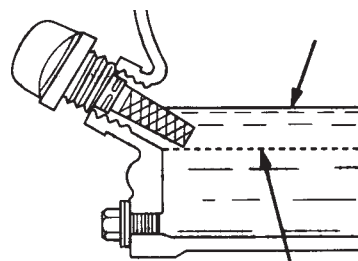

**Bild 5. Motorns oljesticka (borttagning)**
- Ta bort oljestickan från motorns oljepåfyllningshål (bild 5) och torka rent.